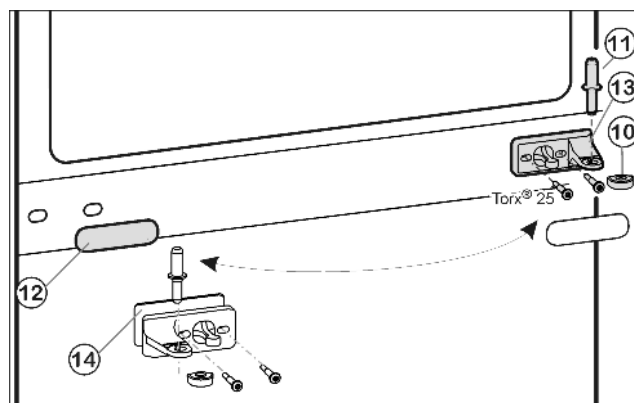
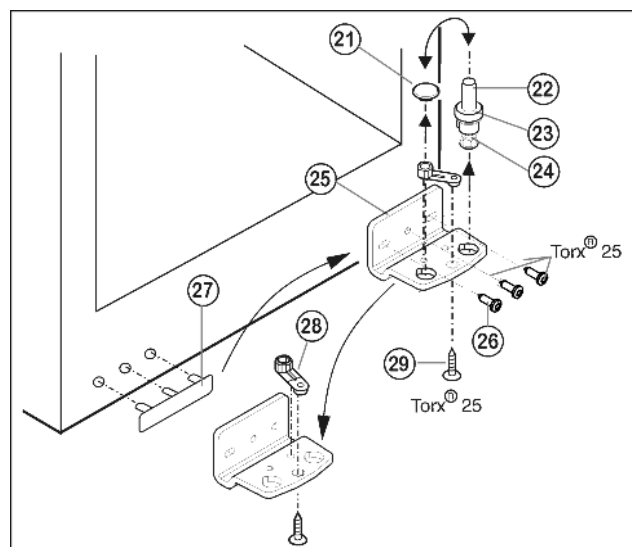

Fig. 5
Fig. 6
- Prostřední ložiskový čep Fig. 5 (11) vytáhněte ze stojanu ložiska a spodních dveří.
- Plastovou čepičku Fig. 5 (10) stáhněte.
- Stojan ložiska uprostřed Fig. 5 (13) odšroubujte (2 krát Torx® 25).
- Krytku Fig. 5 (12) opatrně stáhněte.
- Prostřední stojan ložiska Fig. 5 (13) s podložkou Fig. 5 (14) přišroubujte otočený o 180° na novou stranu závěsu (s 4 Nm).
- Krytku Fig. 5 (12) otočenou o 180° zasuňte na nové straně madla.
- Ložiskový čep Fig. 6 (22) včetně podložky Fig. 6 (23) a seřizovací nožky Fig. 6 (24) vytáhněte nahoru.
- Zátku Fig. 6 (21) odstraňte.
- Stojan ložiska Fig. 6 (25) odšroubujte Fig. 6 (26).
- Ložiskový díl Fig. 6 (28) odšroubujte Fig. 6 (29) a přemístěte jej do protilehlého upínacího otvoru stojanu ložiska, pak ho znovu pevně přišroubujte.
- Krytku na straně madla Fig. 6 (27) opatrně vytáhněte a přemístěte na druhou stranu.
- Stojan ložiska Fig. 6 (25) na nové straně závěsu zase přišroubujte příp. pomocí akumulátorového šroubováku (momentem 4 Nm).
- Zátku Fig. 6 (21) zase vložte do druhé díry.
- Ložiskový čep Fig. 6 (22) včetně podložky a seřizovací nožky zase nasadte. Přitom dávejte pozor, aby zajišťovací vačka směřovala dozadu.
- ▶ Spodní dveře nasadíte shora na spodní ložiskový čep *Fig. 6 (22)*.
- ▶ Plastovou krytku *Fig. 5 (10)* nasadíte zase na prostřední stojan ložiska *Fig. 5 (13)*.
- ▶ Prostřední ložiskový čep *Fig. 5 (11)* vložte přes prostřední pouzdro ložiska *Fig. 5 (13)* do spodních dveří na nové straně závěsu.
- ▶ Horní dvířka usadíte na prostředním ložiskovém čepu *Fig. 5 (11)*.
- ▶ Dveře případně pomocí obou podélných děr ve spodním stojanu ložiska *Fig. 6 (25)* a v prostředním stojanu ložiska *Fig. 5 (13)* vyrovnáte tak, aby lícovaly. Vyšroubujte prostřední šroub na stojanu ložiska dole *Fig. 6 (25)*.